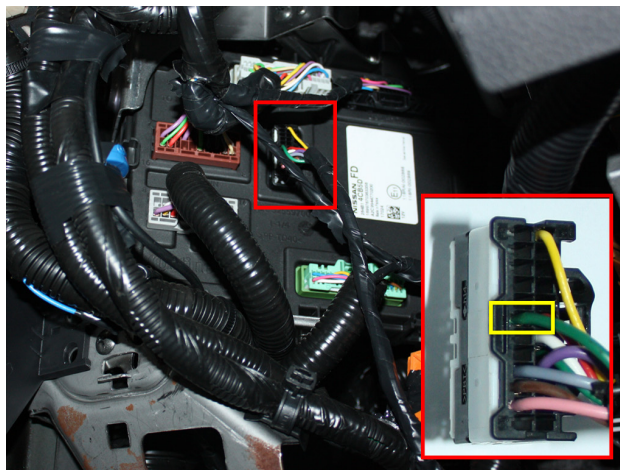

Рис.2 Подключение стартера
2. Осуществите подключение цепей автозапуска. Подключение к автомобилю производится у блока BCM (см. рис.2, 3). Подключение цепей возможно как с релейным модулем TEC-4540, так и без него. (см. рис. 4).